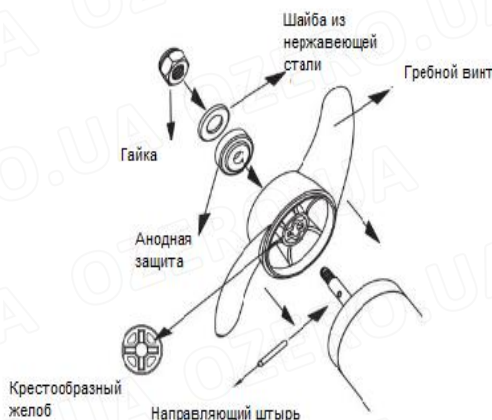

Рис. 1
1. Установите направляющий штырь в отверстие вала и выровняйте его с гребным винтом (направляющий штырь и желоб гребного винта должны выровняться по горизонтали). Установите анодную защиту, шайбу из нержавеющей стали и гайку в вал после установки гребного винта (рис. 1).